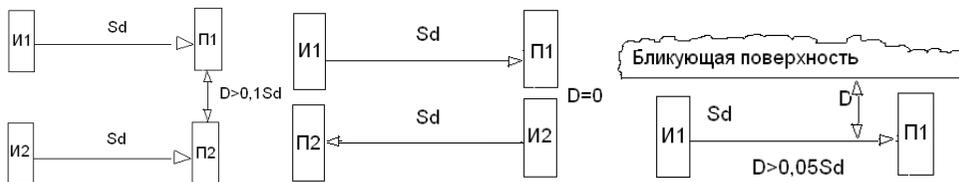

Рисунок 3 - Варианты установки барьеров
5.5 При монтаже барьеров необходимо учитывать ограничения по их расположению, показанные на Рис. 3.